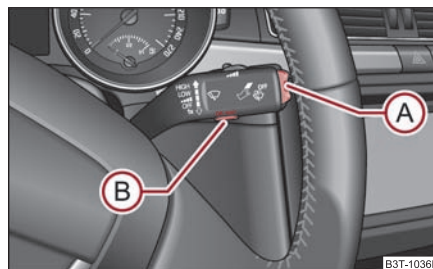
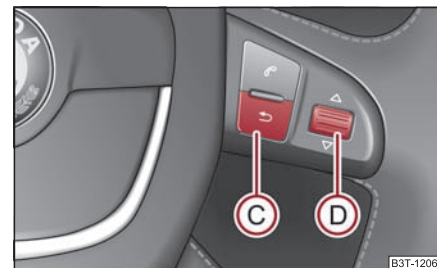
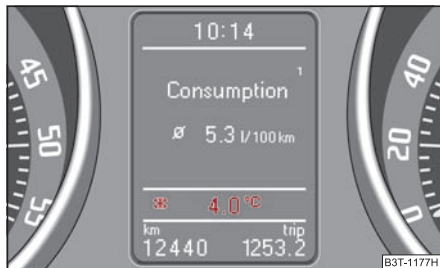

Abb. 21 Multifunktionsanzeige: Bedienelemente
Abb. 22 Multifunktionsanzeige: Bedienung mit den Tasten am Multifunktionslenkrad
Abb. 23 Außentemperatur
Das Umschalten des Speichers erfolgt mit Hilfe der Taste **(B)** ⇒ Abb. 21 auf dem Scheibenwischerhebel oder mit Hilfe der Taste **(D)** auf dem Multifunktionslenkrad* ⇒ Seite 23.
Die Wipptaste **(A)** und die Taste **(B)** befinden sich im Griff des Scheibenwischerhebels ⇒ Abb. 21. ▶
⇒ Abb. 22. ■
⇒ Abb. 22.
Sinkt die Außentemperatur unter +4 °C, erscheint vor der Temperaturanzeige ein Schneeflockensymbol (Warnsignal für Glatteis) ⇒ Abb. 23 und es ertönt ein Warnsignal. Nach dem Drücken der Wipptaste **(A)** am Scheibenwischerhebel ⇒ Seite 22, Abb. 21 bzw. der Taste **(C)** am Multifunktionslenkrad ⇒ Seite 23, Abb. 22 wird die Funktion dargestellt, die zuletzt angezeigt wurde.
Im Display erscheint die Fahrzeit, die seit dem letzten Löschen des Speichers vergangen ist. Wenn Sie die Fahrzeit von einem bestimmten Zeitpunkt an messen möchten, müssen Sie zu diesem Zeitpunkt den Speicher auf Null setzen, durch Drücken der Taste **(B)** am Scheibenwischerhebel ⇒ Seite 22, Abb. 21 oder des Rändelrads **(D)** am Multifunktionslenkrad* ⇒ Seite 23, Abb. 22 für länger als 1 Sekunde.
Wenn Sie den durchschnittlichen Kraftstoffverbrauch für einen bestimmten Zeitabschnitt messen möchten, müssen Sie zu Beginn der Messung den Speicher auf Null setzen, mit der Taste **(B)** am Scheibenwischerhebel ⇒ Seite 22, Abb. 21 oder ►
mit dem Rädlerad **(D)** am Multifunktionslenkrad* \Rightarrow Seite 23, Abb. 22. Nach dem Löschen erscheinen im Display auf den ersten 100 m Fahrstrecke Striche.
Im Display erscheint die zurückgelegte Fahrstrecke, die seit dem letzten Löschen des Speichers \Rightarrow Seite 22 vergangen ist. Wenn Sie die zurückgelegte Fahrstrecke von einem bestimmten Zeitpunkt an messen möchten, müssen Sie zu diesem Zeitpunkt den Speicher auf Null setzen, durch Drücken der Taste **(B)** am Scheibenwischerhebel \Rightarrow Seite 22, Abb. 21 oder des Rädlerads **(D)** am Multifunktionslenkrad* \Rightarrow Seite 23, Abb. 22.
Im Display wird die durchschnittliche Geschwindigkeit in km/h seit dem letzten Löschen des Speichers angezeigt \Rightarrow Seite 22. Wenn Sie die durchschnittliche Fahrgeschwindigkeit für einen bestimmten Zeitabschnitt messen möchten, müssen Sie zu Beginn der Messung den Speicher auf Null setzen, mit der Taste **(B)** am Scheibenwischerhebel \Rightarrow Seite 22, Abb. 21 oder mit dem Rädlerad **(D)** am Multifunktionslenkrad* \Rightarrow Seite 23, Abb. 22.
- Drücken Sie die Taste (B) am Scheibenwischerhebel ⇒ Abb. 25 oder das Rändelrad (D) am Multifunktionslenkrad* ⇒ Seite 23, Abb. 22. Im Informationsdisplay* wird angezeigt **Speed warning 50 km/h (Warnung bei 50 km/h)** ⇒ Seite 25, Abb. 24.
Wenn Sie jetzt die eingestellte Geschwindigkeit überschreiten, wird auf dem Display angezeigt **Speed 50 km/h exceeded (Geschwindigkeit 50 km/h überschritten)**. Diese Meldung wird so lange angezeigt, bis Sie die Geschwindigkeit unter die eingestellte Grenze reduzieren oder die Meldung ausschalten, durch Drücken der Taste (B) am Scheibenwischerhebel ⇒ Abb. 25 oder des Rändelrads (D) am Multifunktionslenkrad* ⇒ Seite 23, Abb. 22.